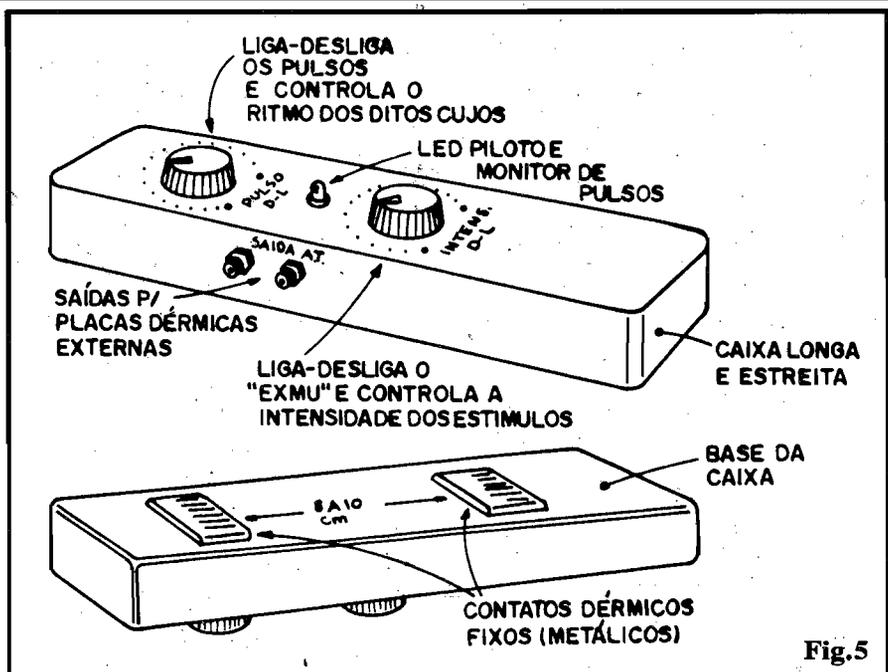
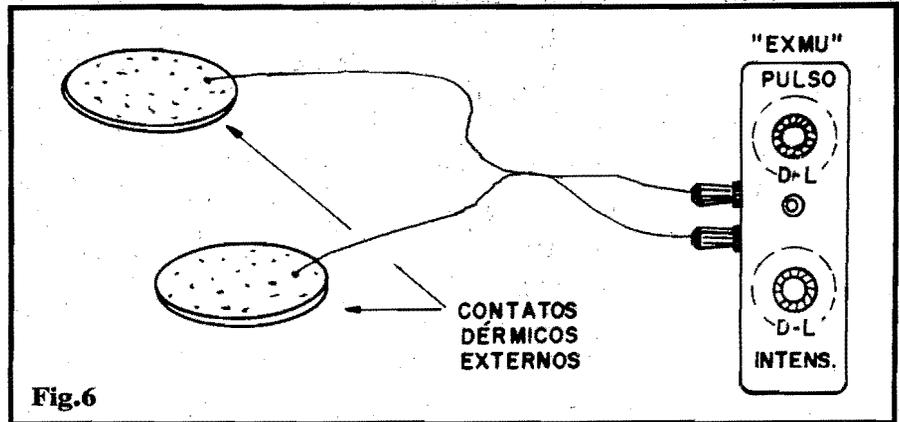

Fig.5
Fig.6
- 1 - Caixa para abrigar a montagem. Diversos **containers** plásticos, padronizados, servirão para acondicionar o circuito do EXMU. Se o Leitor/Hobbysta optar por seguir a **nossa** sugestão no **lay out** final (fig. 5), deverá providenciar uma caixa longa e estreita, cujas dimensões ficarão condicionadas, principalmente, ao transformador escolhido ou obtido.
- 2 - Pequenas superfícies metálicas (bastam cerca de 1,5 x 3,0 cm. cada) para os eletrodos "fixos" de aplicação (ver fig. 5)
- FIG. 5 - SUGESTÃO PARA O "ENCAIXAMENTO" DO EXMU - A idéia é "portabilidade máxima e grande facilidade no uso"... Assim, a solução "leiautada" na fig. 5 nos parece a mais lógica e prática: um container plástico estreito e longo (tanto a largura quanto o comprimento finais dependerão muito do tamanho do transformador utilizado, por isso não damos "valores numéricos" para as dimensões...). Nessa configuração, o EXMU resultará num aparelho fácil de manusear, com a forma final de um bastão... Observem a colocação sugerida para as placas metálicas
- FIG. 6 - OS CONTATOS DÉRMICOS (ELETRÓDOS) EXTERNOS - Conforme se vê das figuras 4 e 5, está prevista a possibilidade de utilização de eletrodos externos, através dos dois jaques "banana" incorporados à caixa do EXMU... Tais eletrodos poderão ser facilmente confeccionados com filtros ("ralos") de pia, em alumínio ou aço inoxidável, redondos, perfuradinhos (os furinhos ajudam a pele do local a "respirar", evitando o acúmulo de suor no local, que alteraria as condições elétricas/resistivas de aplicação dos pulsos excitadores...). No caso, os comprimentos dos cabos poderão ser condicionados por quaisquer fatores de "conforto", ou específicos para as aplicações desejadas... Detalhes práticos, como a possibilidade de "aplicação manual" (ou seja: com o fisioterapeuta segurando e pressionando os eletrodos, contra a região do corpo do paciente que deva receber o tratamento...) devem ser aqui considerados, eventualmente com a anexação de proteções isolantes, manoplas plásticas, etc., aos eletrodos. Esse tipo de contato dérmico se presta mais a aplicações em regiões do corpo que apresentem grande área, como as costas, a lateral do tronco, região lombar inferior, ao longo das coxas, etc. Já quando a lesão a ser tratada se estender por pequena área, ou situar-se nos braços e parte inferior das pernas, mãos, pés, pescoço, etc., a solução mostrada na fig. 5 nos parece a mais prática e direta... Notem, contudo, que o critério de localização exata dos eletrodos é matéria inerente aos conhecimentos profissionais do fisioterapeuta, e de ninguém mais...!